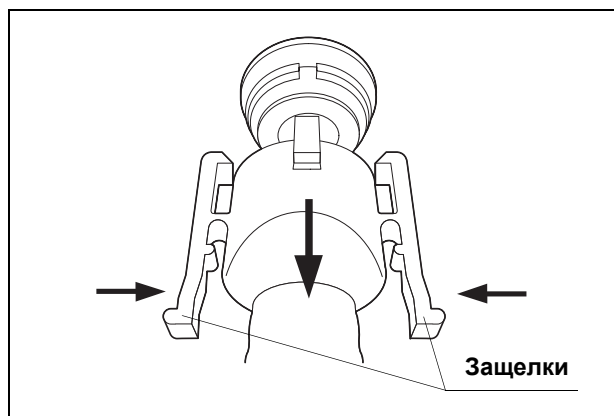

Рис. 7.69
9. Медленно отсоедините трубку, удерживая рукоятки защелок (см. Рис. 7.69).